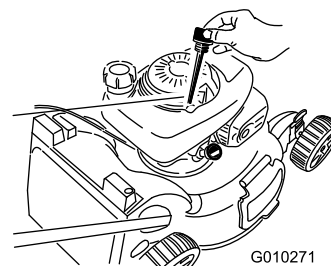

Figura 41
3. Retire la varilla (Figura 41).